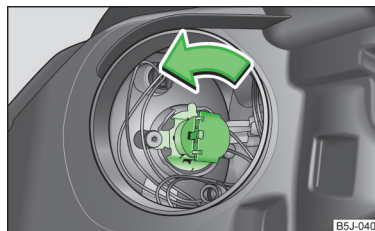

Fig. 157
- > Rotiți conectorul împreună cu becul până la limită, în sensul săgeții » fig. 157 și extrageți-l.